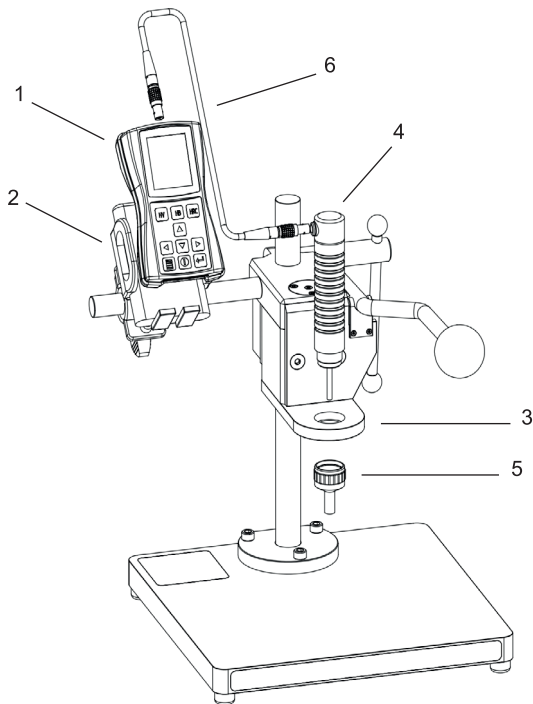

Рис. 3
Установите твердомер (1) в держатель (2). Закрепите на опорной пластине (3) датчик (4) с помощью насадки (5), которая поставляется в комплекте со станком. Подключите соединительный кабель (6) к прибору и датчику. Включите твердомер (рис. 3).